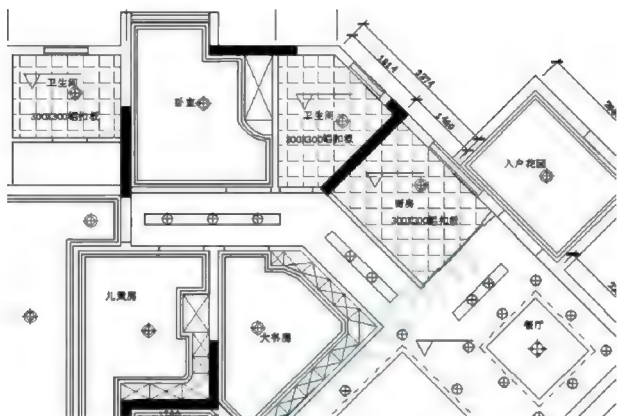

图 8-46
**步骤 3：**使用复制工具 $\text{Ctrl+C}$ ，复制标高符号到需要的位置，如图 8-46 所示。